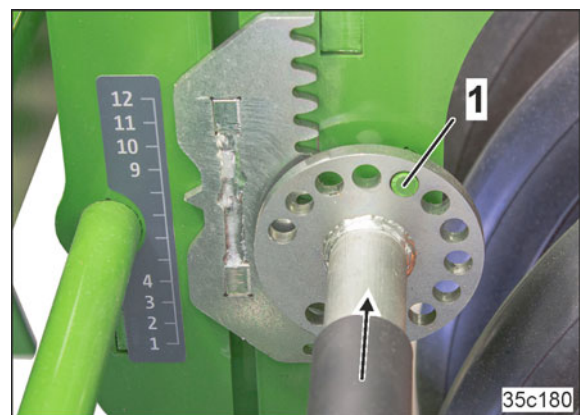

Fig. 127
4. Enclavar al completo el engranaje de bloqueo una vez que se haya terminado la operación de ajuste (Fig. 127/1).